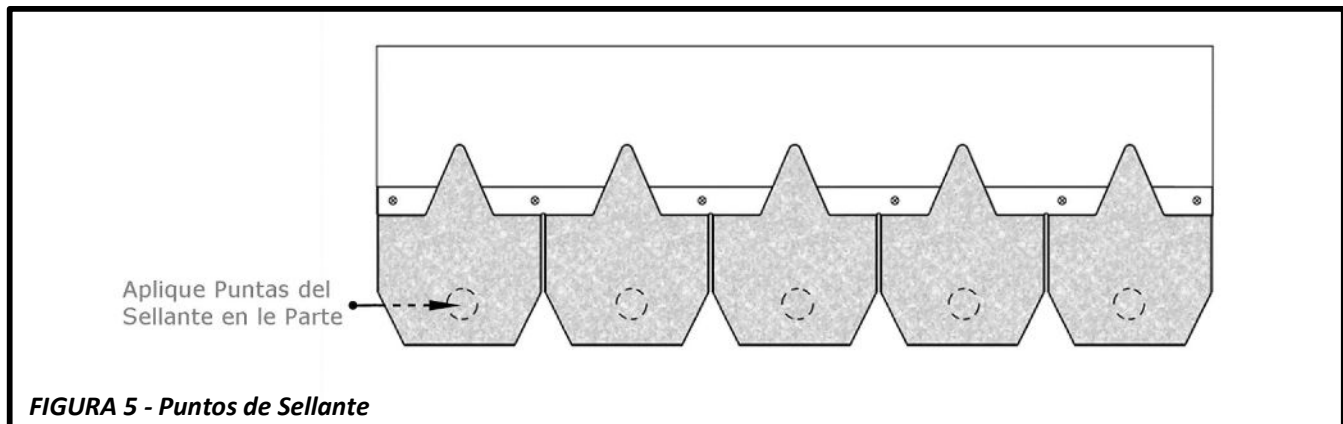

FIGURA 5 - Puntos de Sellante
- Para sellar a mano, aplique cinco puntos de **1 pulgada (25 mm) de diámetro** de sellador y adhesivo aprobado por FWAVE (vea la **Tabla 1** a continuación). Un punto detrás de cada lengüeta (**total de 5 puntos**) y cerca de la parte inferior, luego la teja se presiona para colocarla en su posición. Vea la **Figura 5**. El sellador y adhesivo aprobado por FWAVE debe estar cerca de la orilla de la teja, pero no estar expuesto.